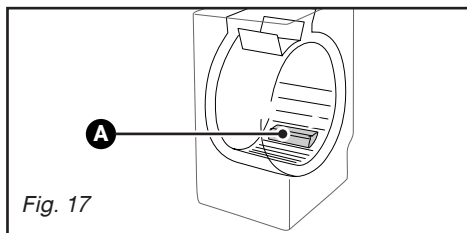

Fig. 17
- ouvrez les portillons du tambour. Au fond de ce dernier vous voyez apparaître une pièce en plastique **A** (Fig. 17)